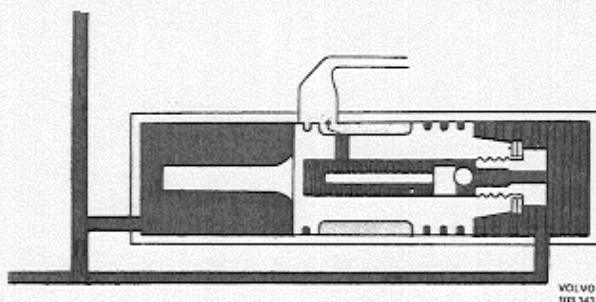

Abb. 65 Regelventil, Höchstdruck
Falls eine Entleerung der Ölpumpe z.B. durch blockierten Radeinschlag verhindert wird, steigt der Druck in der Druckleitung (1), so daß der Druckunterschied zu beiden Seiten des Kolbens ausgeglichen wird. Dabei verschiebt die Mengenregelfeder den Ventilkolben nach links. Dieser überfährt und schließt die Rücklaufbohrung und der Druck steigt weiter an. Bei etwa 75 atü überwindet der Druck den Federdruck des Überdruckventils (6), d.h. der Druckregelkolben wird in das Mengenregelventil hineingeschoben und legt eine Bohrung frei, durch die das Öl über den Rücklaufkanal (4) entweichen kann, s. Abb. 65. Gleichzeitig sinkt der Druck rechts vom Kolben und das Mengenregelventil wird nach rechts verschoben, wobei die Rücklaufbohrung freigelegt wird. Nachdem der Druck auf den normalen Wert abgesunken ist, schließt das Überdruckventil und das Mengenregelventil nimmt wieder Normalstellung ein.